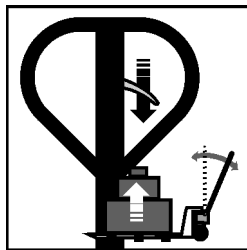

Fig. 6 - Elevando a carga
a) Posicione a alavanca para baixo e movimente o cabo para elevar a carga, conforme fig. 6.